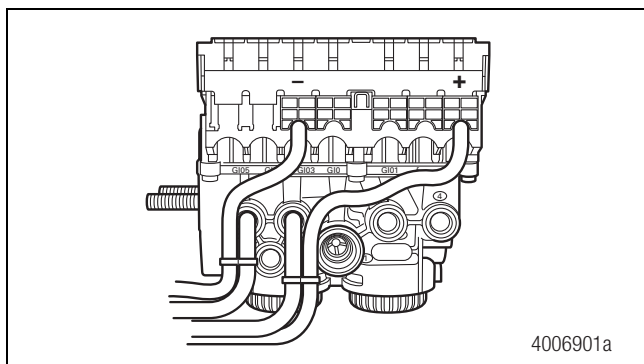

Figura 10
7. Forme un aliviador de tensión para proteger las terminales. Sin este aliviador de tensión, las subidas y bajadas y la vibración normal del semirremolque provocarán que las terminales se extiendan y aflojen. Use una banda de amarre para asegurar el cable a la manguera de aire, lo más cerca posible al accesorio. Figura 10.